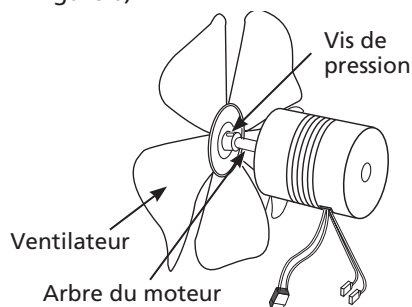

Figure 6 – Arbre moteur du ventilateur et emplacement de la vis de pression
6. Enlever la vis de pression du ventilateur en utilisant une clé Allen de 3,2 mm (0,125 po) (voir la Figure 6).